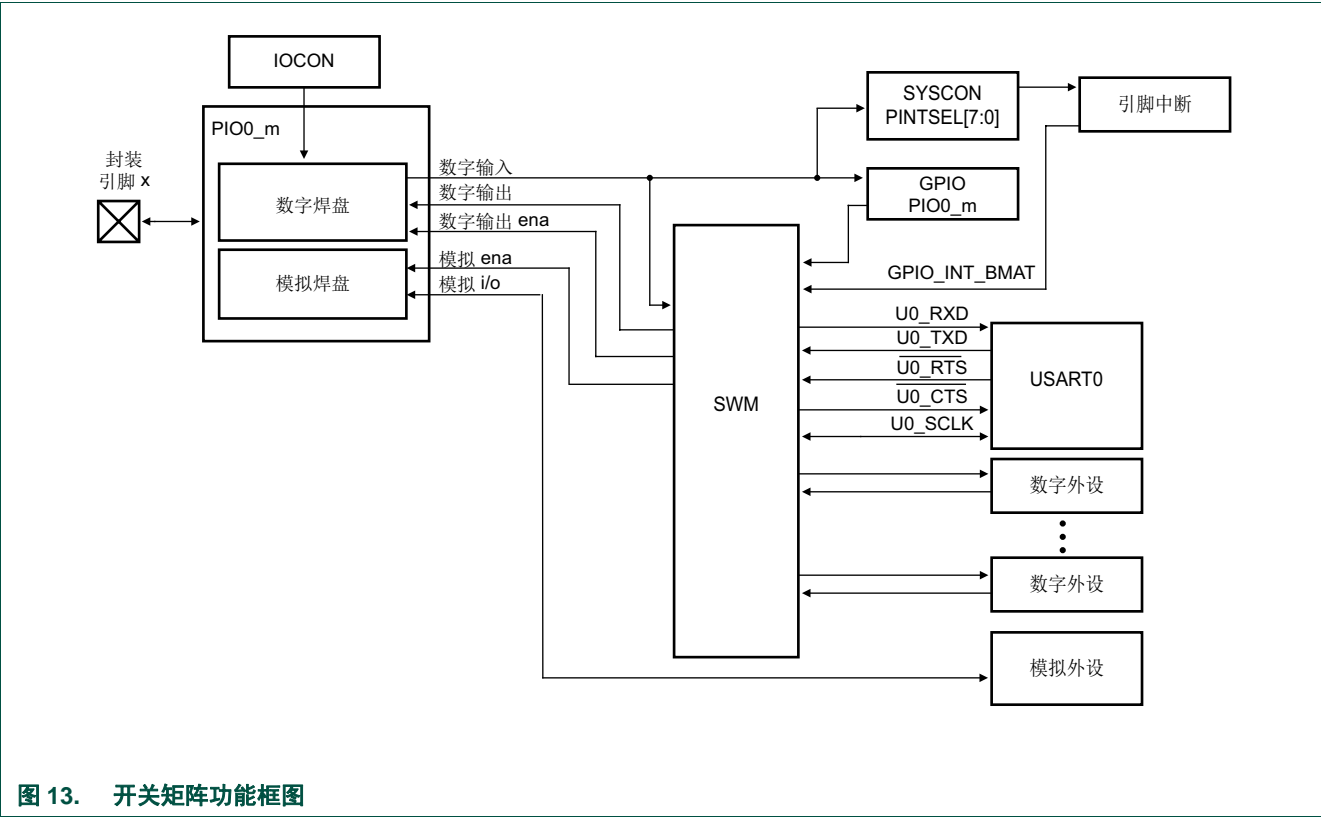

图 13. 开关矩阵功能框图
**注：**在所有可转移功能和固定引脚功能中，可将多个功能分配给同一个引脚，但分配的输出或双向功能不可超过一个（见图 13）。分配引脚功能时，请遵循如下指南：